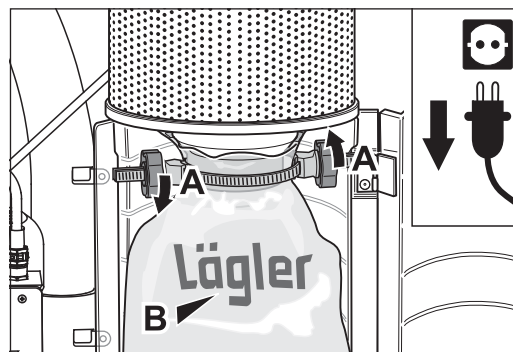

Abb. 11 Die beiden Muttern am MultiClip müssen festgezogen sein (A) und der Aufdruck auf dem Staubbeutel muss sich vorne befinden (B).
- 8 Kontrollieren Sie den Sitz des Staubbeutels auf dem Stutzen des Staubabscheiders. Die beiden Muttern am MultiClip müssen festgezogen sein (Abb. 11, A) und der Aufdruck auf dem Staubbeutel muss sich auf Ihrer Seite befinden (Abb. 11, B).